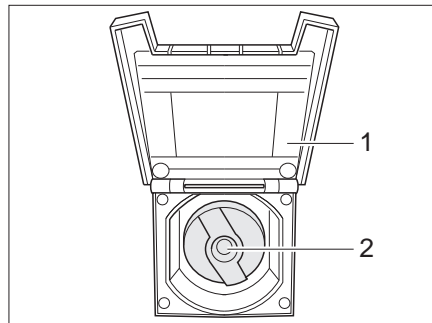

Fig. 140 Couvercle de fermeture pour bec de remplissage d'eau potable
- Ouvrir le clapet de fermeture (Fig. 140,1) vers le bec de remplissage d'eau potable.
- Insérer la clé dans le barillet (Fig. 140,2) et la tourner d'un quart de tour dans le sens inverse des aiguilles d'une montre.
- Fermer le clapet de fermeture (Fig. 140,1).
- Ouvrir le bec de remplissage d'eau potable (Fig. 140).